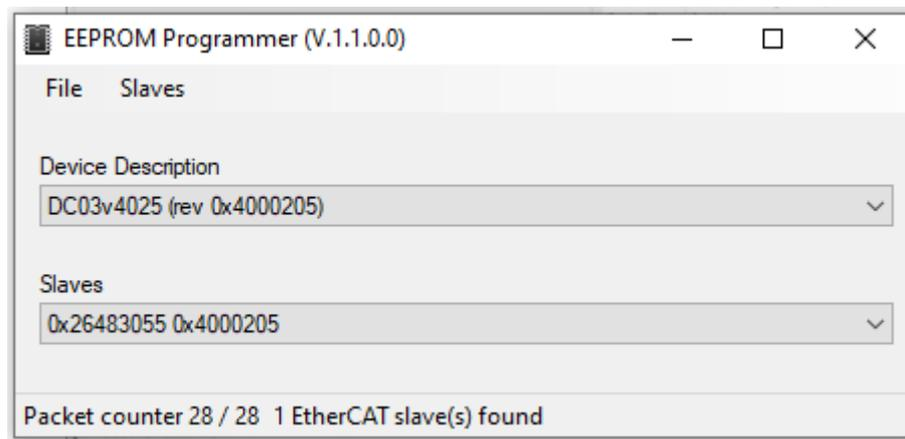

Рисунок 4
2.6.5 Двойным щелчком мыши выбрать устройство для программирования. Дескриптор выбранного устройства отобразится в поле «Slaves». В нижней части главного окна утилиты отображается количество переданных пакетов (при инициализации устройства) и количество найденных EtherCat устройств (рисунок 4).